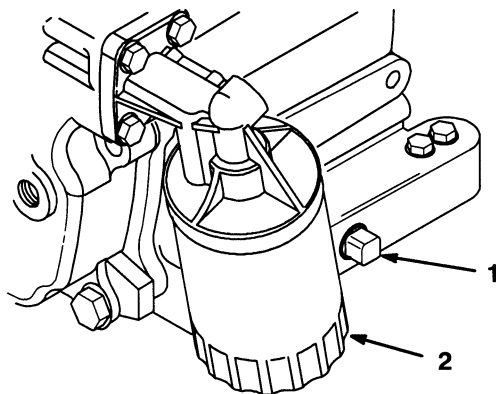

Bild 23
3. Entfernen Sie die Verschlusschraube (Bild 23) und lassen das Öl in eine Wanne ab. Schrauben Sie die Verschlusschraube wieder ein, nachdem das Öl abgelaufen ist.
4. Entfernen Sie den Ölfilter (Bild 23). Ölen Sie die neue Dichtung am Ölfilter leicht mit frischem Öl ein.